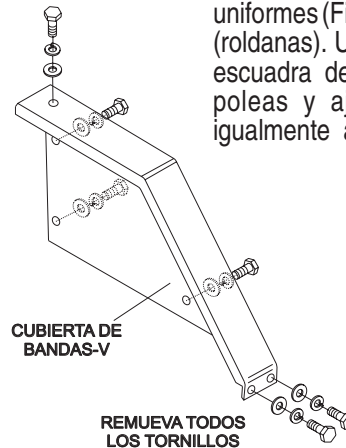

Figura 15. Cubierta de la banda
1. Quite todos los tornillos que aseguran la cubierta de la banda-V (Figura 15) del armazón de la cortadora.